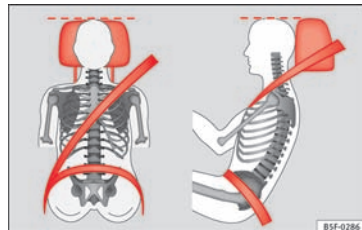

Fig. 85 Korrekt indstillet hovedstøtte set forfra og fra siden
- Indstil hovedstøtterne, så hovedstøttens øverste kant er på højde med den øverste del af hovedet, men ikke lavere end øjenhøjden » Fig. 85.